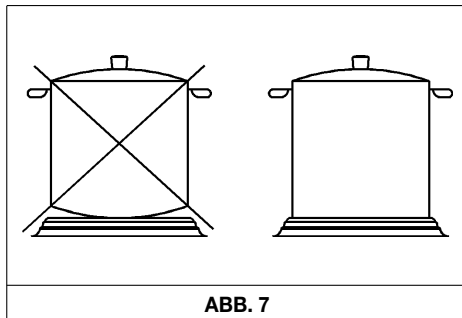

ABB. 7
- Es sollten Töpfe/Pfannen mit glattem, dickem Boden verwendet werden (siehe Abb.7)